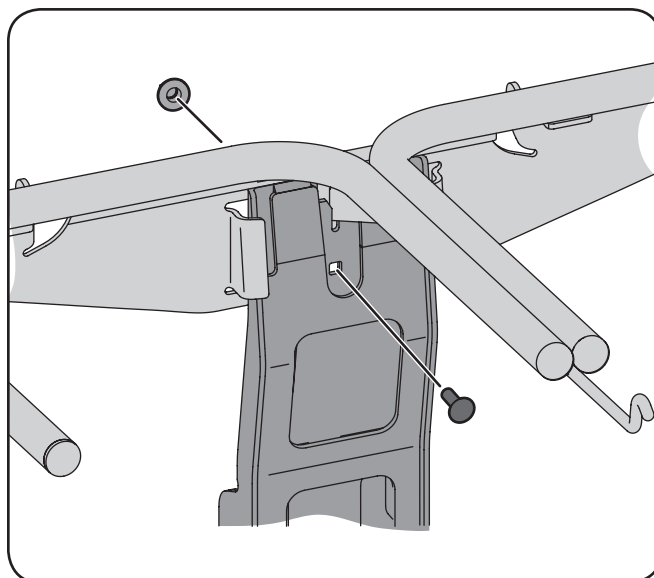

Figure 4-9
3. Fixez l'ensemble de suspension pour le support vertical utilisant le boulon de carrosserie (710-0276) et de la bride contre-écrou (712-04063) emballé dans le kit de montage 689-00080A. Voir Figure 4-9.